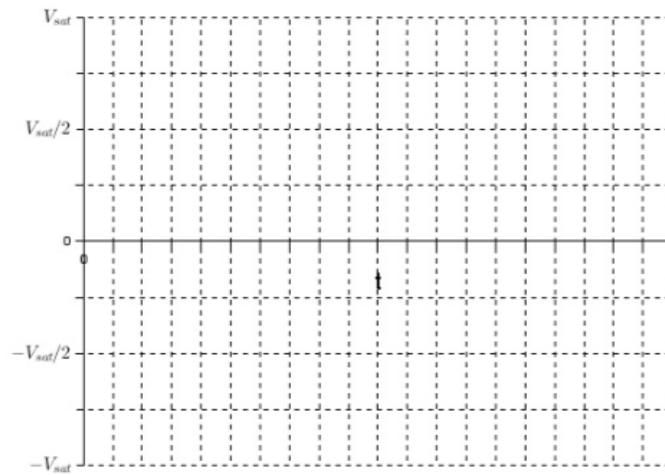

Figure C.2 : Chronogramme à compléter : on fera apparaître les grandeurs Δt_{haut} et Δt_{bas} .
13. Représenter sur le graphique Figure C.2 fourni en annexe (à rendre avec la copie) les signaux $u_s(t)$ et $u_e(t)$ en supposant $\Delta t_{bas} = 19\Delta t_{haut}$.